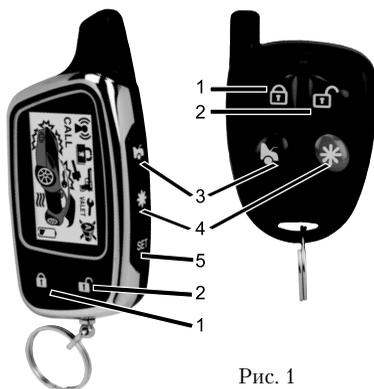

Рис. 1
- Одновременно кратковременно нажмите кнопки 1+3 ( + ) (рис. 1) первого передатчика. Вы услышите длинный сигнал сирены, подтверждающий, что программирование первого передатчика закончено.
- Одновременно кратковременно нажмите кнопки 1+3 ( + ) (рис. 1) второго передатчика. Длинный сигнал сирены подтвердит, что программирование второго передатчика закончено.
- Одновременно кратковременно нажмите кнопки 1+3 ( + ) (рис. 1) второго передатчика. Вы услышите длинный сигнал сирены, подтверждающий, что программирование второго передатчика закончено.